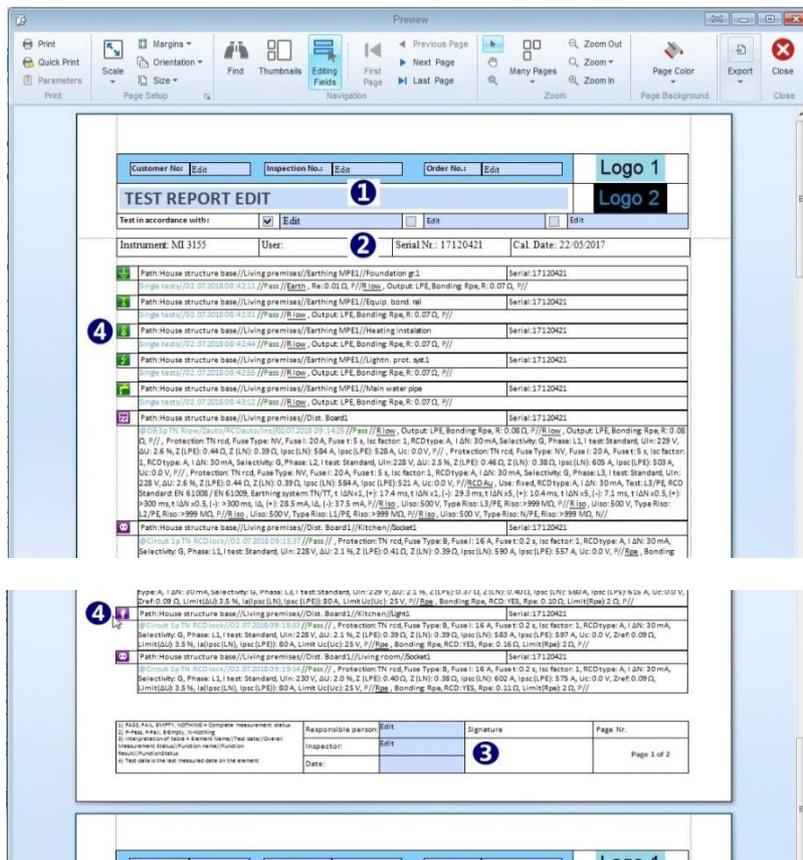

Abbildung 9.4: Vorschau des grundlegenden Berichtsdocumentformats
- Klicken Sie auf  **Basic report** innerhalb der Gruppe Tools der Start-Registerkarte des Menüs öffnet das Dokument Testprojekt Grundlegender Bericht im Fenster Vorschau-Manager, siehe **Abbildung 9.4**.
- **Die Kopfzeile** des Dokuments Testprojekt Basisbericht (❶) erscheint oben auf jeder Seite:
- Vollständige **Gerätedaten** (❷) erscheint nur am Anfang der Ergebnisliste auf der ersten Seite. Die Gerätedaten wurden automatisch eingestellt, als die Datenstrukturdatei heruntergeladen wurde.
- **Fußzeile** des Dokuments Testprojekt Basisbericht (❸) erscheint am unteren Rand jeder Seite und enthält:
- **Ergebnisse** (❹) Ergebnisse werden in zwei Tabellenzeilen dargestellt: